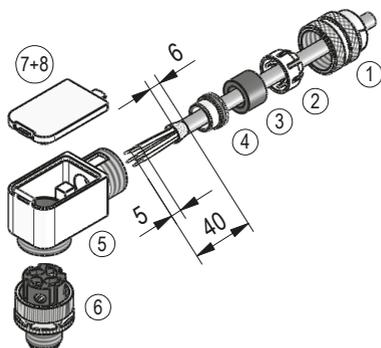

Abb. 7: Gegenstecker M12 gewinkelt
- Zubehör SIKO Art.Nr. "87600" M12 D-kodiert (Stift 4 pol. Ethernet Port 1 (IN) + Port 2 (OUT)) (Abb. 7 + Abb. 8).
Montage (Abb. 7)